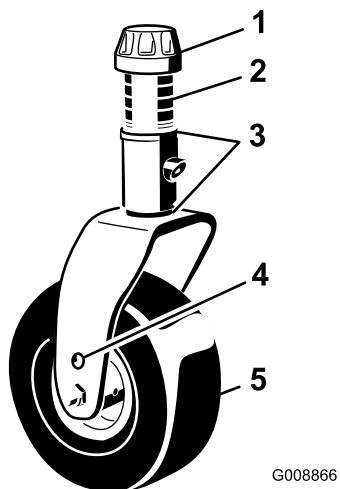
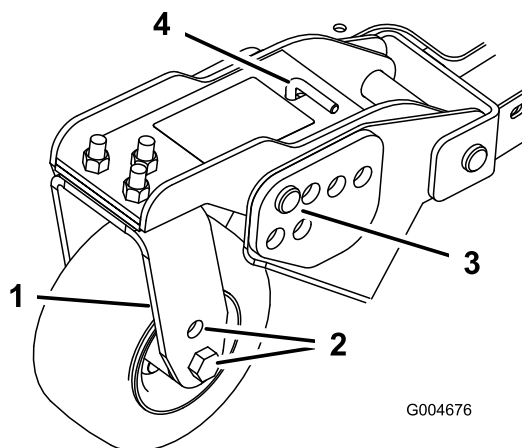
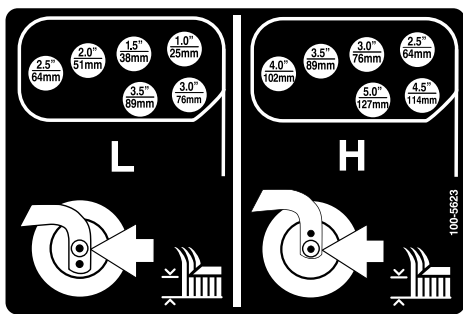

Figura 25
Figura 27
Figura 28
1. Posizionate gli assali delle ruote orientabili negli stessi fori di tutte le forcelle (Figura 25 e Figura 27).
2. Togliete il tappo tenditore dall'asse del fusello ed estraete il fusello dal braccio della ruota orientabile (Figura 25).
6. Togliete la coppiglia ed i perni con testa dai bracci di rotazione delle ruote orientabili (Figura 27).
7. Girate il tenditore per alzare o abbassare il braccio di rotazione finché i fori non sono allineati con i fori della staffa dell'altezza di taglio selezionati, nel telaio del piatto di taglio (Figura 27 e Figura 28).